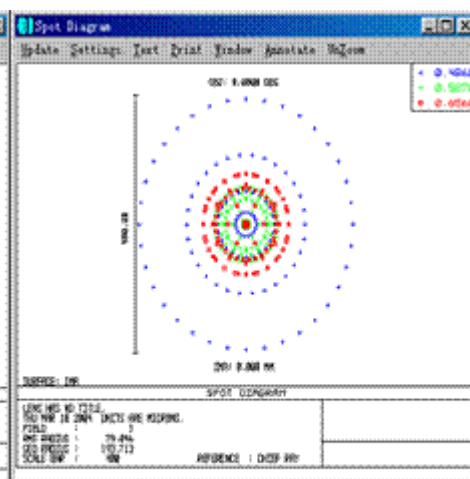

图 4 点列图斑 $\max 400 \mu m$
d) 其它检验 optical performance 还可以用 Spot Diagrams 及 OPD 等. 从 Analysis 中选 spot diagram 中的 standard, 如图 4 所示. 则该 spot 大约为 400 microns 上下左右交错, 与 Airy diffraction disk 比较而言, 后者大约为 6 microns 交错.